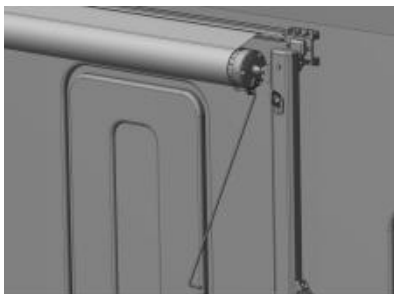

Figure D3
4.1.2 Accrochez le levier à cliquet sur le couvercle d'extrémité du rouleau avec la baguette de traction, déplacez doucement le levier à cliquet dans la direction de la flèche et inversez le sens du cliquet sur « ouvert » (Figure D3).